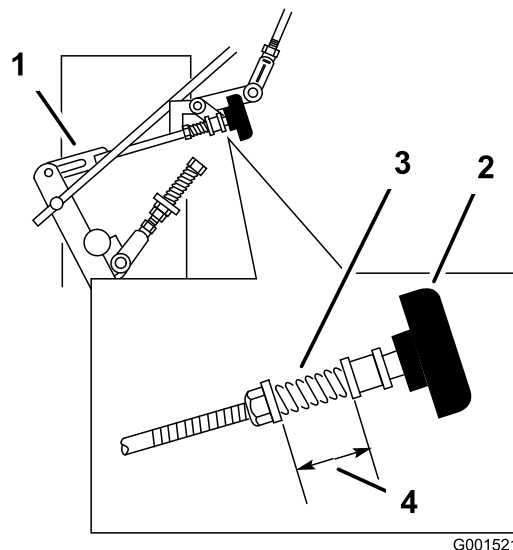

Figura 41
3. Ajuste el acoplamiento del lado derecho girando el mando de ajuste de la dirección en el sentido contrario a las agujas del reloj, hasta que la rueda empiece a girar hacia adelante (Figura 41).
4. Gire el mando en el sentido de las agujas del reloj, 1/4 de vuelta la vez. Luego mueva la palanca de control de la velocidad hacia adelante y hacia atrás a punto muerto. Repita esto hasta que la rueda derecha deje de girar hacia adelante (Figura 41).
6. El muelle que mantiene tensado el mando no suele necesitar ajustes. No obstante, si es necesario ajustarlo, ajuste el muelle hasta que la distancia entre las arandelas sea de 25 mm (1 pulg.) (Figura 41).
7. Ajuste la longitud del muelle girando la tuerca de ajuste del muelle (Figura 41).